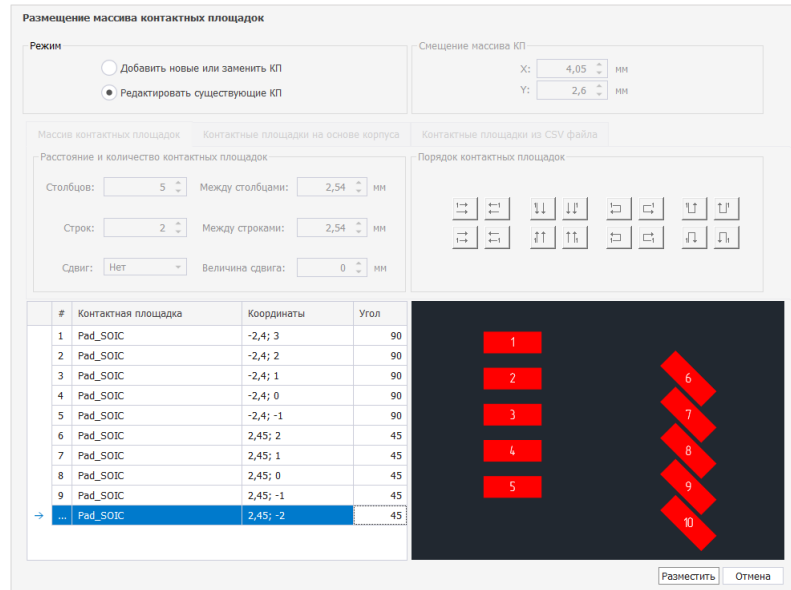

Рис. 119 Изменение координат и угла поворота контактных площадок
3. При необходимости скорректировать координаты и угол поворота элементов массива в столбцах «Координаты» и «Угол», см. Рис. 119.